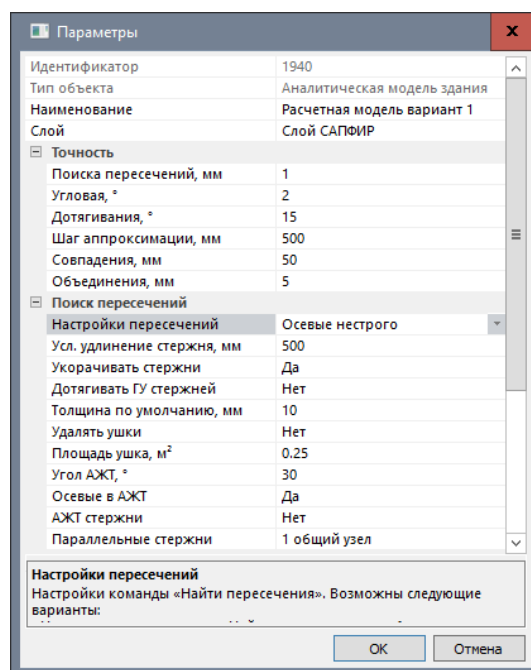

Рис.14.31. Диалоговое окно Свойства расчетной модели
- Вызовите диалоговое окно **Параметры** (рис.14.31) щелчком по кнопке  - **Свойства расчетной модели**